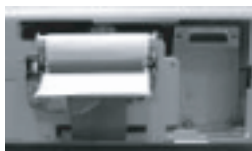

Figure 7: Fixation du Platten
- Charger le Platten avec précaution sur la tête d'imprimante de façon à ce que l'alignement du papier ne change pas. Voir fig. 7.